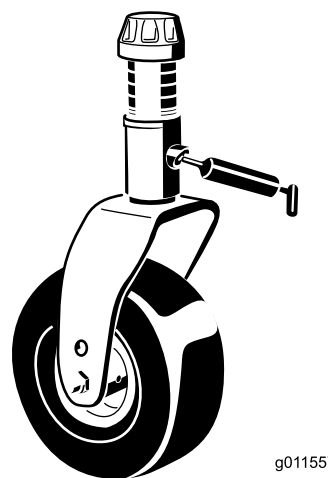

Figure 36
- Bagues d'axe de fourche de roue pivotante (2) (Figure 36)